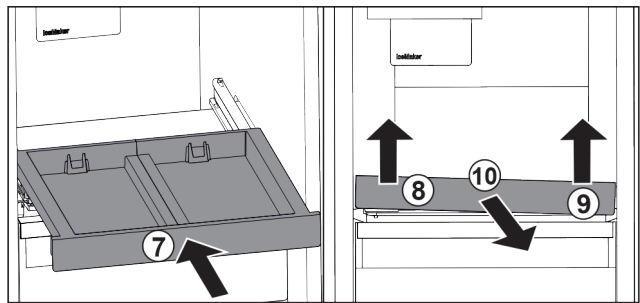

Fig. 27
- ▶ Вставити витяжну панель. Fig. 27 (7)
- ▶ Підняти витяжну панель спереду ліворуч. Fig. 27 (8)
- ▶ Підняти витяжну панель спереду праворуч. Fig. 27 (9)
- ▶ Витяжну панель витягнути вперед. Fig. 27 (10)